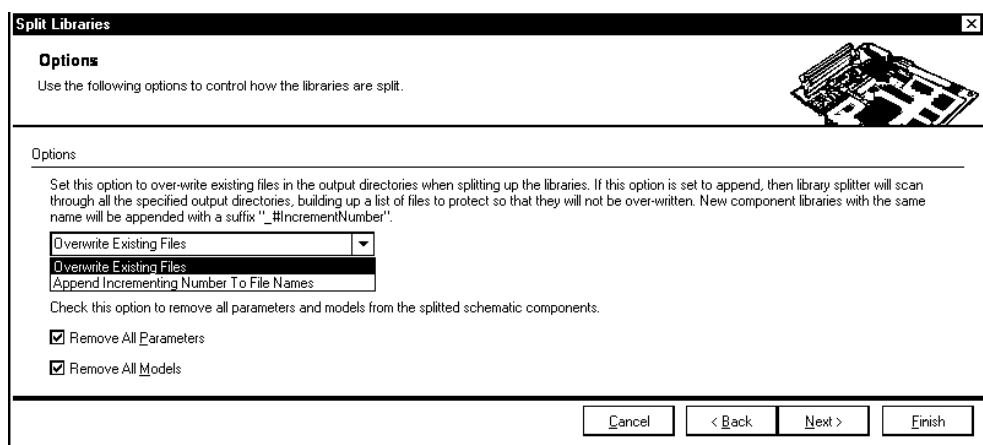

Рис. 12.7. Мастер расщепления интегрированных библиотек: объявление способа расщепления и особенностей размещения результатов
5. Щелчком на кнопке **Next** перейти на следующую страницу (рис. 12.7). На данной странице выбрать одну из двух опций на случай, если назначенный выходной каталог уже содержит библиотечные файлы: